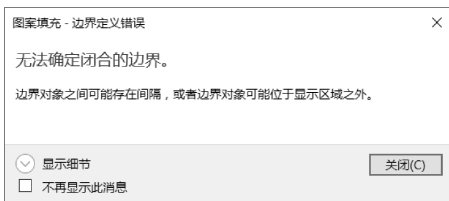

图8-2 “边界定义错误”对话框
- “拾取点”按钮：以拾取点的方式确定填充区域的边界。单击按钮，在绘图区，单击指定要填充区域的内部点，则显示被选封闭区域。如果所选区域边界为不封闭时，系统提示信息，如图8-2所示。所以，所